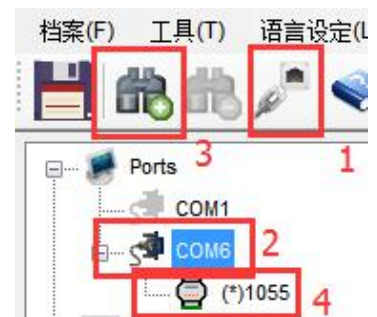

图 1
- 5) 如图 1 所示搜索出已连接的模块, 点击下方图标  然后就会出现模块的参数配置界面。